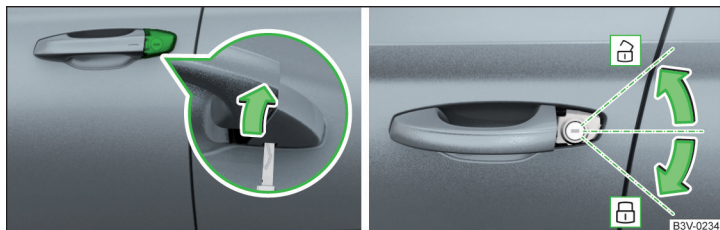

Fig. 348 Tirador en la puerta del conductor: Abrir la tapa del cierre / desbloquear y bloquear
- Introducir la llave en el rebaje en la parte inferior de la tapa y abrir la tapa en el sentido de la flecha » fig. 348.